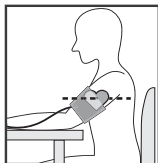

Рис. 11
1. Сядьте у стола так, чтобы во время измерения артериального давления Ваша рука опиралась на его поверхность. Удостоверьтесь, что место наложения манжеты на плече находится приблизительно на той же самой высоте, что и сердце, и что предплечье свободно лежит на столе и не двигается (рис. 11).